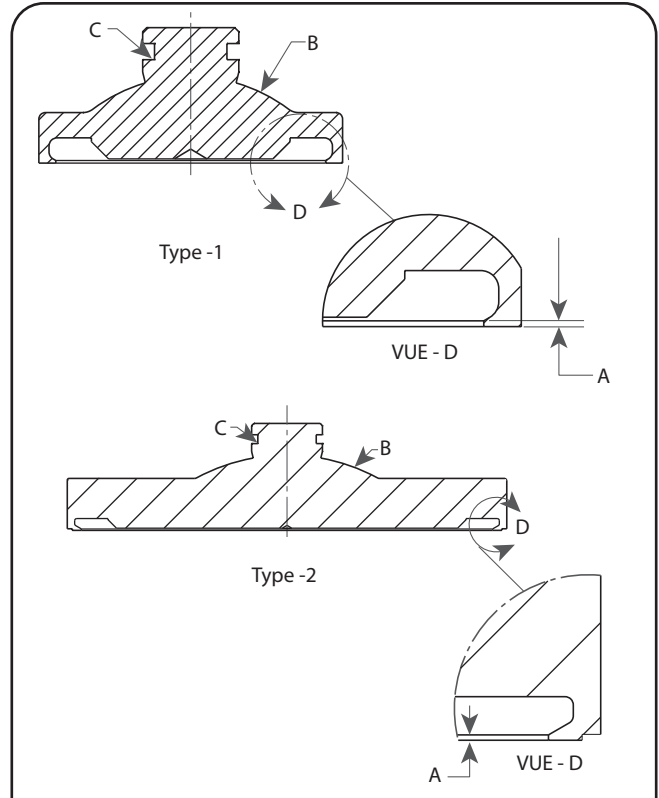

Figure 19 : Modèle ThermDisc
8. Disque à siège métallique ThermDisc : Ce disque (Figure 19) ne peut pas être usiné. Il peut être rodé tant que la dimension A min. est conservée. Si le rodage ne répare pas la zone endommagée, la pièce doit être mise au rebut.
- a. Les défauts et des dommages sur le siège ne peuvent pas être rodés sans réduire la dimension « A » indiquée dans la Figure 19 et dans le Tableau 6. Si la dimension ne peut pas être mesurée, remplacez le ThermDisc.